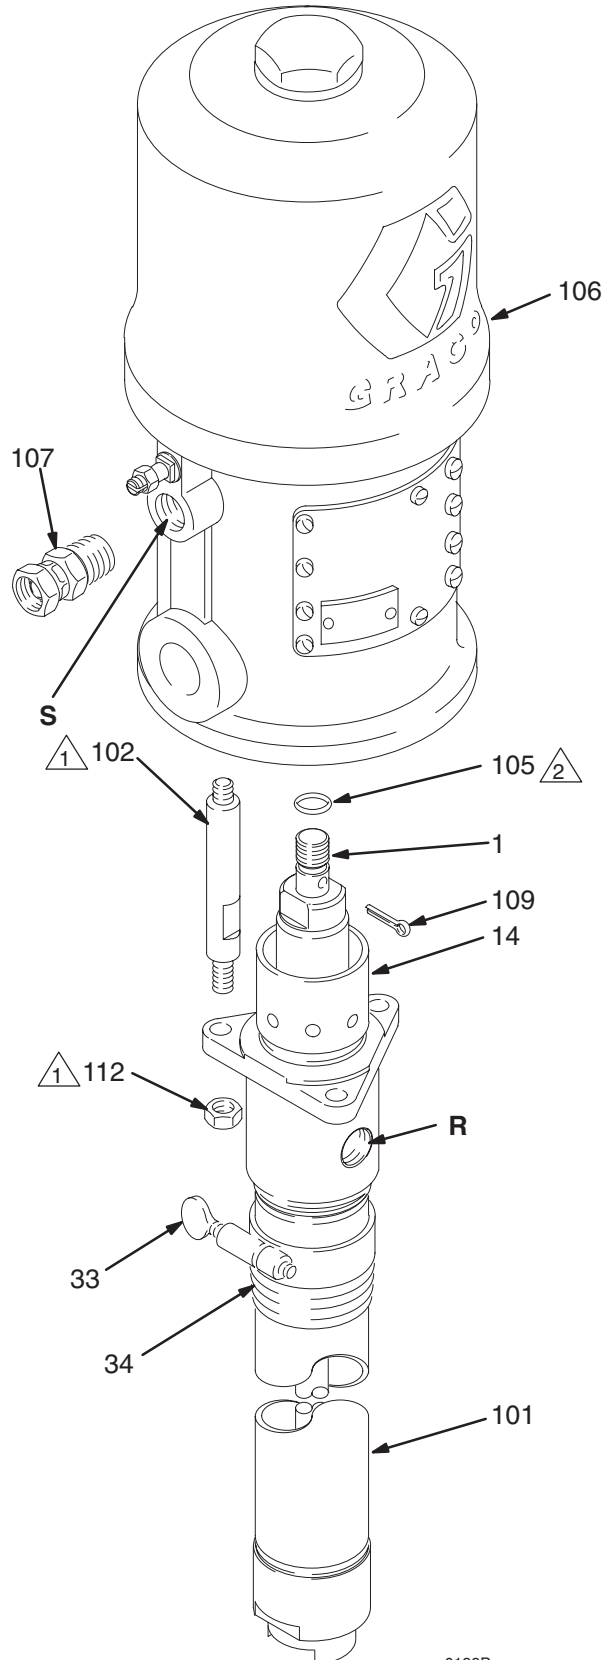

Fig. 3
2. Desconecte las mangueras de aire y de fluido. Retire la bomba de su montura. Tome nota de la posición de la salida del fluido de la bomba (R) con respecto a la entrada de aire del motor (S).
3. Desenrosque las contratuercas (112) de los tirantes (102). Retire el pasador de chaveta (109). Desenrosque la base de la varilla (1) del motor neumático (106). Extraiga cuidadosamente la base de bomba (101) del motor neumático (106). Inspeccione la junta tórica (105). Vea la Fig. 3.
1. Lubrique la junta tórica (105) y compruebe que está bien colocada en el eje del pistón (1). Oriente la salida de fluido de la bomba (R) hacia la entrada de aire del motor neumático (S) tal como se indica en el paso 2 de **Desconexión de la base de bomba**. Coloque la base de bomba (101) en los tirantes (102). Enrosque las contratuercas (112) en los tirantes (102) sin apretarlas. Vea la Fig. 3.
2. Enrosque el eje del pistón (1) en el eje del motor neumático (106) hasta que se alineen los orificios del pasador. Instale el pasador de chaveta (109).
3. Monte la bomba y vuelva a conectar las mangueras. Si se había desconectado, vuelva a conectar el cable de conexión a tierra. Apriete la tuerca prensaestopas/copela húmeda (14) de forma que esté ceñida, pero no demasiado. Llene la copela húmeda con líquido sellador Graco o con un disolvente compatible.
4. Apriete uniformemente las contratuercas del tirante (112), y aplique el par especificado en la Fig. 3.
6. Compruebe si hay fugas de fluido en la tuerca prensaestopas/copela húmeda (14). **Libere la presión** antes de apretar la tuerca prensaestopas/copela húmeda.